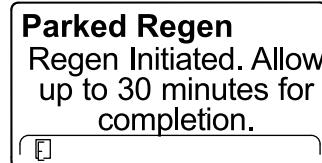

Figura 64
6. L'InfoCenter visualizza il messaggio relativo al tempo di completamento (Figura 64).